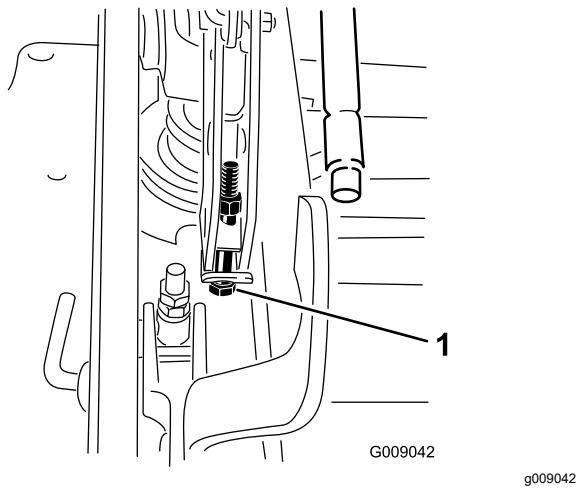

Figure 79
- Si le tablier est trop bas, serrez le boulon de réglage monopoint dans le sens horaire. Si le tablier est trop haut, desserrez le boulon de réglage monopoint dans le sens antihoraire (Figure 79).